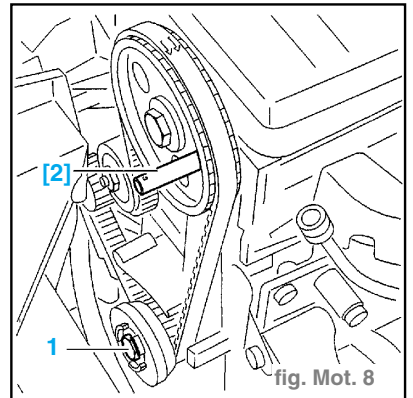

fig. Mot. 8
- Tourner le moteur par la vis (1) de vilebrequin. (fig. Mot. 8)